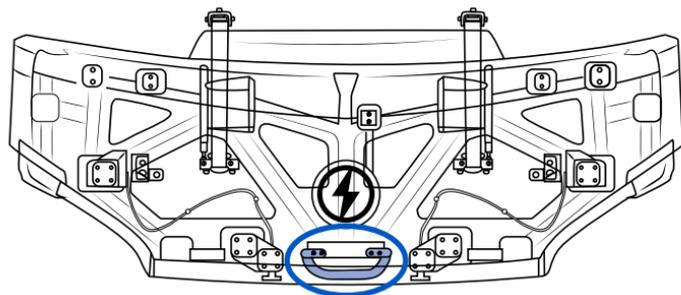

Figure 14 - Emplacement de la poignée sous le capot
3. Soulevez le capot et repérez la poignée située au centre (**Figure 14**) à l'extrémité du capot.